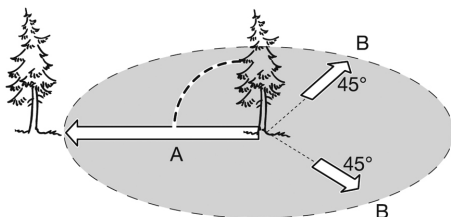

Рис. 8. Расчет пути отхода при валке дерева
- Когда дерево начнет падать, путь отхода должен быть направлен по диагонали в сторону, противоположную направлению падения, под углом 45 градусов. Вы должны отойти минимум на 3 метра от ствола, на тот случай, если во время падения комель дерева отскочит в сторону (Рис. 8).
- Выберите направления падения дерева. Для этого следует учесть силу и направление ветра, естественный наклон дерева, равномерность распределения веток в кроне дерева. Начните пилить с той стороны дерева, куда оно должно упасть (Рис. 8).